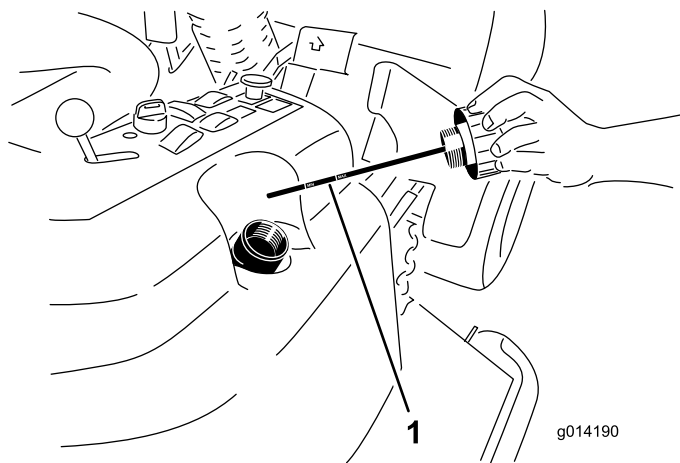

Figura 40
2. Retire o tampão de enchimento hidráulico (Figura 40) do tubo de enchimento.
3. Retire a vareta e limpe-a com um pano limpo (Figura 40).
4. Coloque a vareta no tubo de enchimento, retire-a e verifique o nível de fluido (Figura 40).